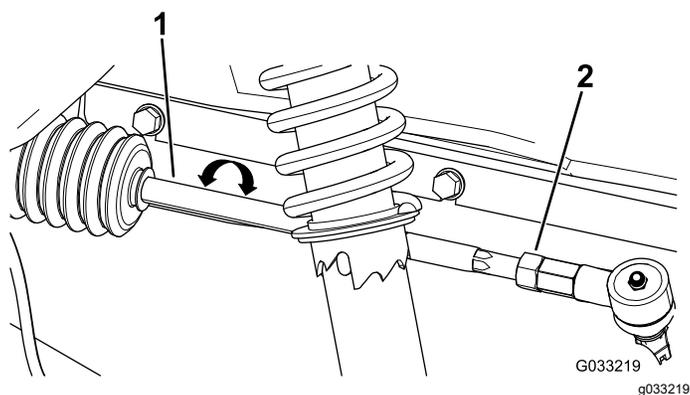

Figura 49
3. Se la misura non rientra nel campo specificato di 0–6 mm, allentate i controdadi all'estremità esterna dei tiranti (Figura 49).